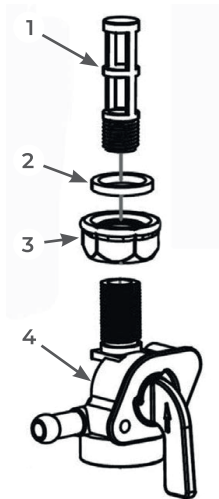

РИС. 13
В кране топливного бака установлен сетчатый фильтр 1 (Рис. 13). Рекомендуется проводить его очистку не реже одного раза в 300 моточасов (или один раз в год). Одновременно с очисткой фильтра необходимо промыть топливный бак, удалив из него грязь и конденсат.
2. Открутите контргайку 3 на 1–2 оборота (Рис. 13).
4. Выкрутите из корпуса 4 топливного крана сетчатый фильтр 1 (Рис. 13).